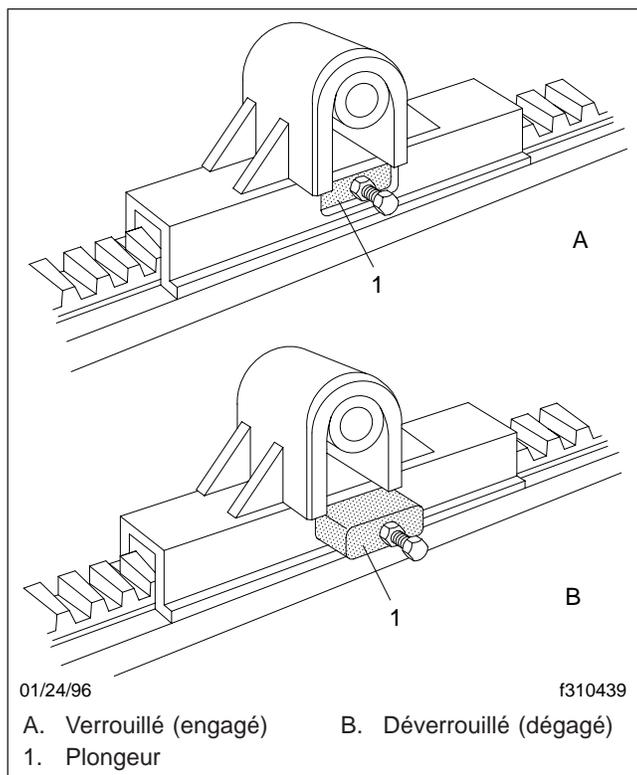

Fig. 18.17, Positions du plongeur
- 2.2 Pour les modèles à dégagement manuel, tirez le levier de déblocage (**figure 18.15**) à l'aide d'un crochet de dégagement ou autre outil approprié. Assurez-vous que les deux plongeurs du mécanisme coulissant ont été dégagés. Voir la **figure 18.17**. Si tel n'est pas le cas (si les
- 8.2 Pour un modèle à dégagement manuel, relâchez le levier de déblocage (figure 18.15) à l'aide d'un crochet de dégagement ou autre outil approprié. Assurez-vous que les deux plongeurs se sont verrouillés (retirés dans leurs pochettes) et sont complètement engagés dans les dents de la crémaillère. Voir la figure 18.17. Il serait peut-être nécessaire